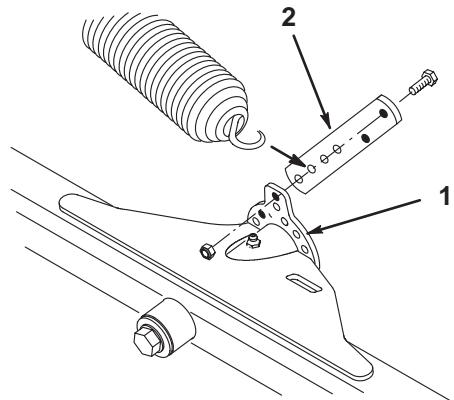

図15
1. 各カッティングユニットの昇降タブの後面の内側部分に、スプリング・アンカーを取り付ける(図15；キャップスクリュ($1/4 \times 3/4$)2個とロックナットを使用する)。
2. 前カッティングユニットでは、スプリング・アンカーについている穴のうち一番下から2番目の穴(No.3)にスプリングを引っ掛け(図15)。